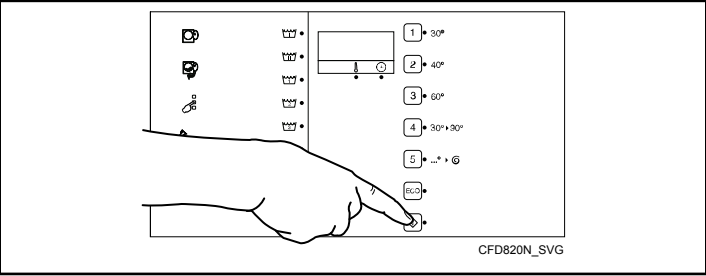

图 8
8. 启动周期，请按下 START (启动) 键。参见图 8。